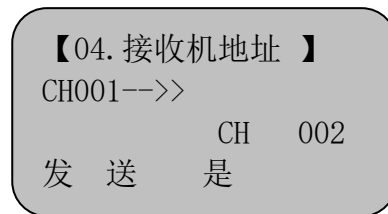

图 6
7、当光标【】移动至【04.接收机音量】，按下⑦键，画面进入菜单4，如图6所示，本菜单的功能为，把某只接收机的单机码修改成其他的单机码，和把某只音箱分到其他的分组；例图6，即是把CH001修改为CH002，选择【是】即修改，例图7，即是把CH001修改至【FH002】组，选择【是】即修改。